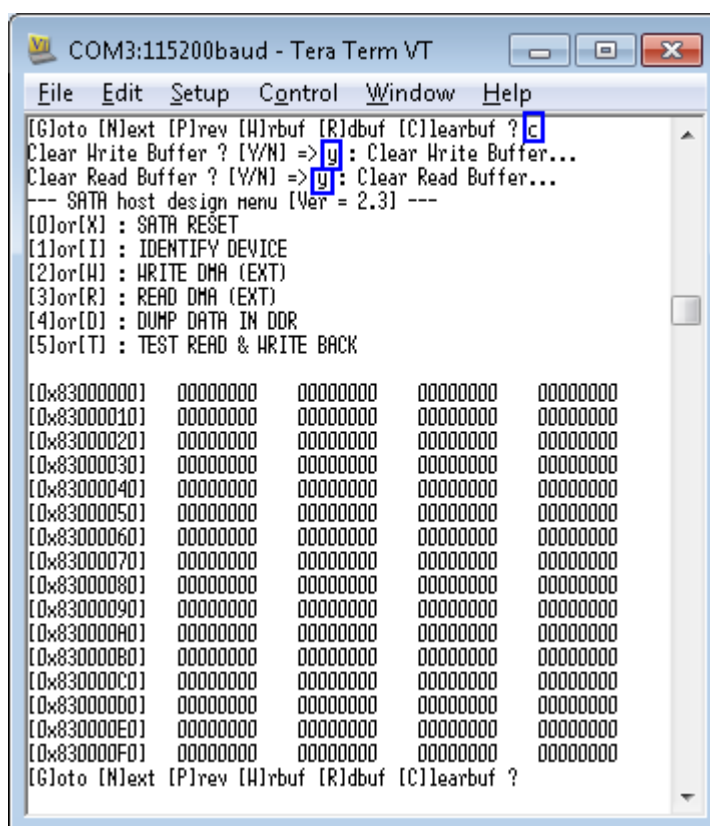

図 3-13: 'C'learbuf サブ・メニューの表示画面
- 'C' : (Clear Buffer) : このサブ・メニューにより図 3-13 に示すように、ライト・バッファまたはリード・バッファをゼロクリアします。各バッファは'Y' でクリアしますが'N' ではクリアせず現在のデータを維持します。